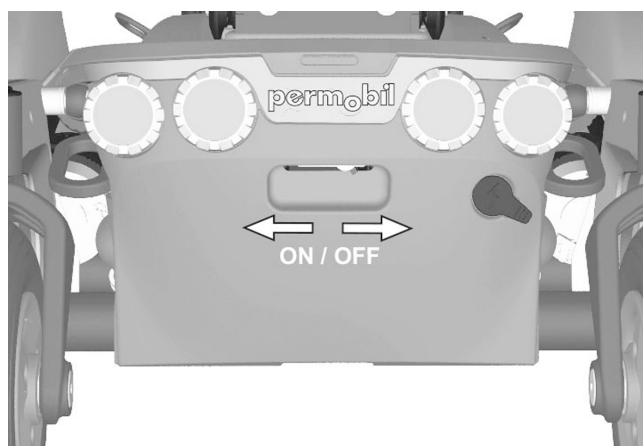

Abbildung 124. Hauptsicherung/Batterieschalter.
2. Hauptsicherung in die Stellung "AUS" bringen. Sie ist durch eine Aussparung in der Fahrgestellabdeckung erreichbar, siehe Abbildung. Siehe Abbildung. 124.
Hauptsicherung in Stellung "EIN" bringen, siehe Abbildung. 124